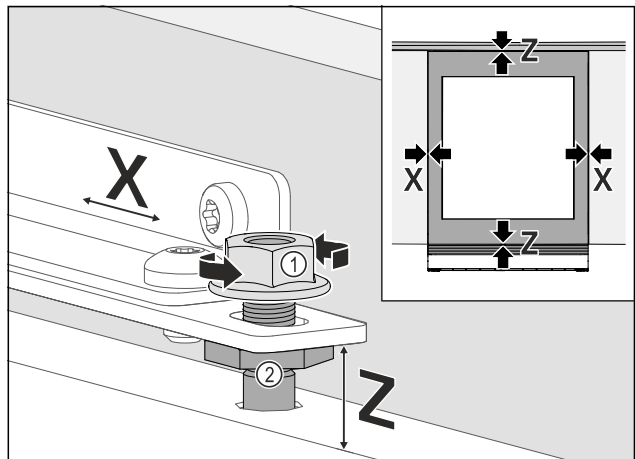

Fig. 102
- Möbeltür seitlich ausrichten: Kontermutter Fig. 102 (1) lösen, Möbeltür in X Richtung verschieben.
- Kontermuttern Fig. 102 (1) anziehen.
- Möbeltür in der Höhe Z und in der seitlichen Neigung ausrichten: Justagebolzen Fig. 102 (2) einstellen.